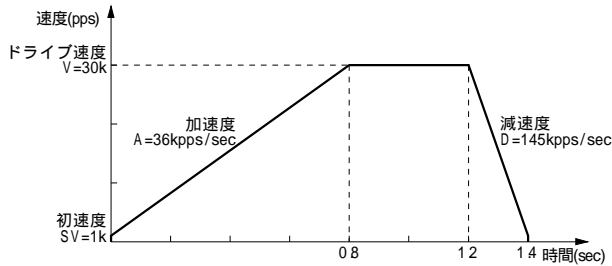
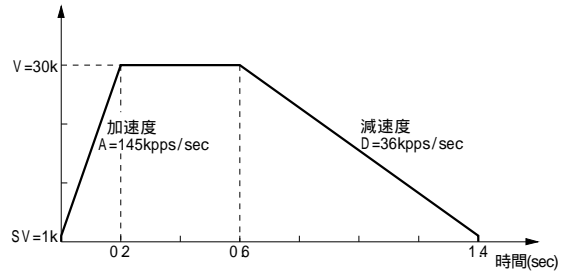

図2.10 非対称直線加減速ドライブ (加速度<減速度)
図2.11 非対称直線加減速ドライブ (加速度>減速度)
本ICは、このように加速度と減速度の異なる非対称直線加減速の定量ドライブにおいても自動減速させることができます。あらかじめ計算によってマニュアル減速点を設定しておく必要はありません。図2.10は、加速度より減速度が大きい例、図2.11は減速度より加速度が大きい例ですが、このような非対称の直線加減速においても、出力パルス数Pと、各速度パラメータ値から減速開始点をIC内部で算出します。
- ・ 加速度 > 減速度 (図2.11) の場合、加速度と減速度の比率に次のような条件があります。
- ・ 加速度 > 減速度 (図2.11) の場合、加速度 A と減速度 D の比率が大きくなればなるほど引きずりパルスが多くなります (A / D = 10 倍で最大 10 パルス程度)。引きずりパルスが問題になる場合には、初速度を上げる、加速カウンタオフセットにマイナス値をセットする、等で対処します。